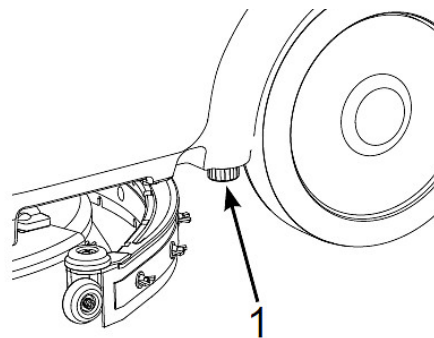

Abb. 36: Wasser/Reinigungsmitteltank entleeren
- Schritt 3: Den Tank durch Öffnen der Ablassschraube (Pos. 1, Abb. 36) entleeren.